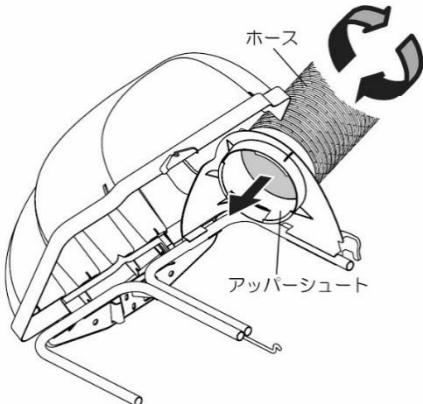

図 20
- ホースの上端をアップーシュートに差し込んでしっかりと固定されるまで反時計回りにねじ込みます。図 20 を参照してください。